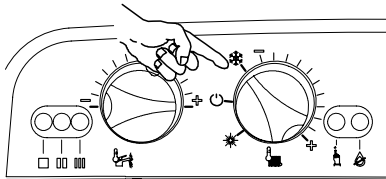

Fig. 2.31
- 7 Затем установить Рукоятку запроса Отопления / ГВС как на Fig. 2.31.